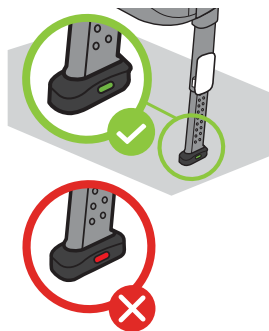

Figura 47
- Tire y mantenga presionada la parte inferior de la manija de ajuste del pie de carga (1).
- Sujete el pie de carga y tire hacia abajo para extenderlo hasta que toque el piso del vehículo (2).
- Confirme que el indicador de presión del pie de carga haya cambiado de rojo a verde, como se muestra en la **Figura 47**. Si el indicador permanece rojo después de que el pie de carga se haya sujeto en su posición, extienda el pie de carga una posición más para aumentar el contacto entre el piso del vehículo y el pie de carga.